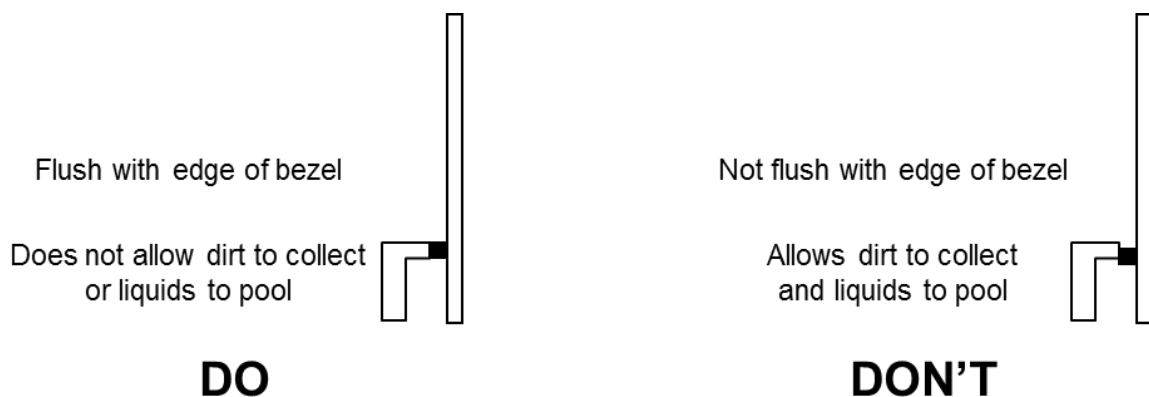

Figura 3-4 Sello de descarga
2. Coloque el sello al ras con el bisel. Consulte la Figura 3-4.